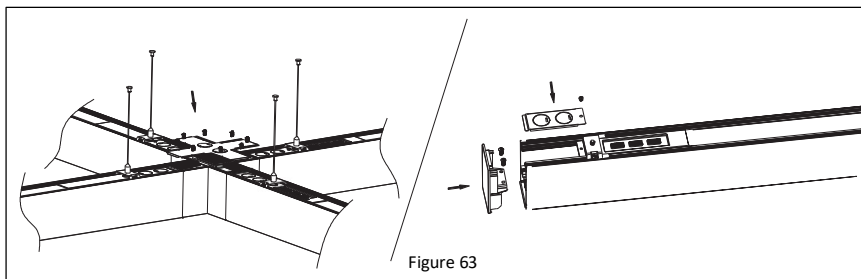

Figure 63
8. Réinstallez le couvercle du connecteur en « X » et du luminaire. **Reportez-vous à la Figure 63.**